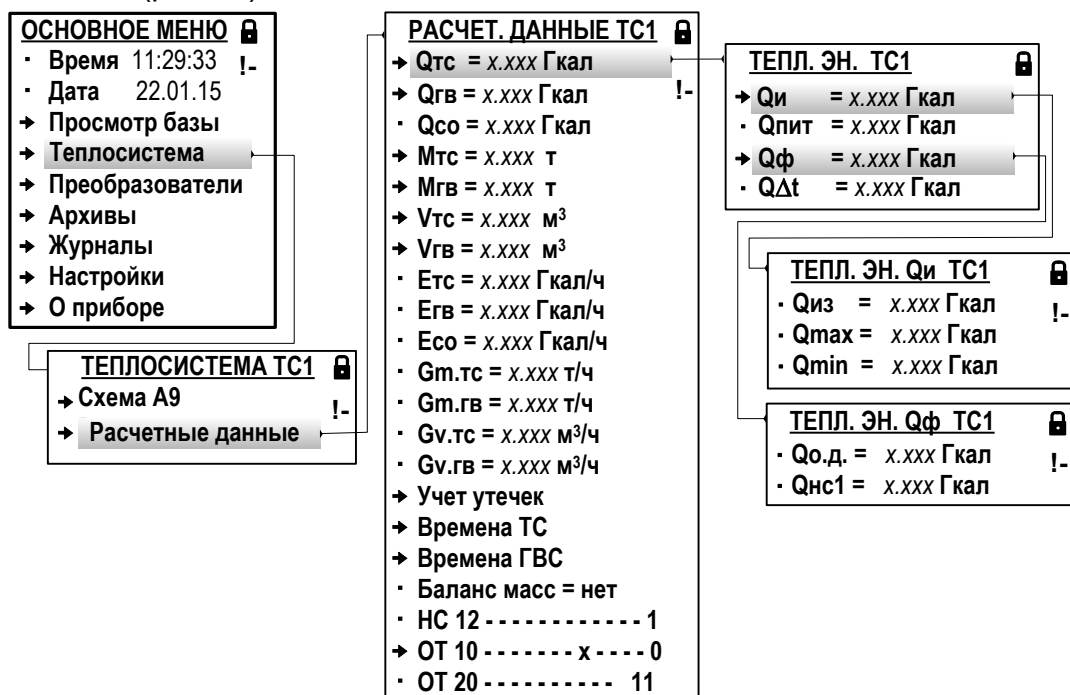

Рис.42. Вид окон индикации результатов работы ТВ (режим РАБОТА).
8.1.1. Итоговые результаты работы тепловычислителя фиксируются нарастающим итогом в интегральных счетчиках тепла (Q), массы (M), объема (V) и времени (п.7.6.5.4). Зафиксированные итоговые значения, а также текущие средние значения измерительных параметров, отображаются в окнах индикации соответствующих меню. Вид некоторых окон индикации показан (рис.42).